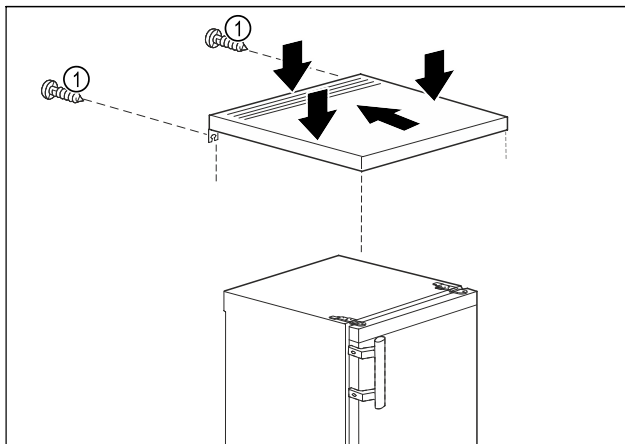

Fig. 11
- ▶ Schrauben Fig. 11 (1) an der Rückseite festschrauben.